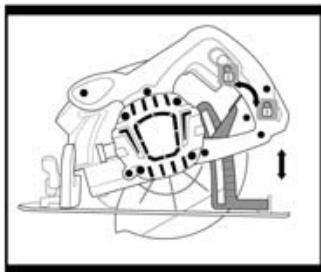

Fig. 2
3. AJUSTE DE LA PROFUNDIDAD DE CORTE (Fig. 2)